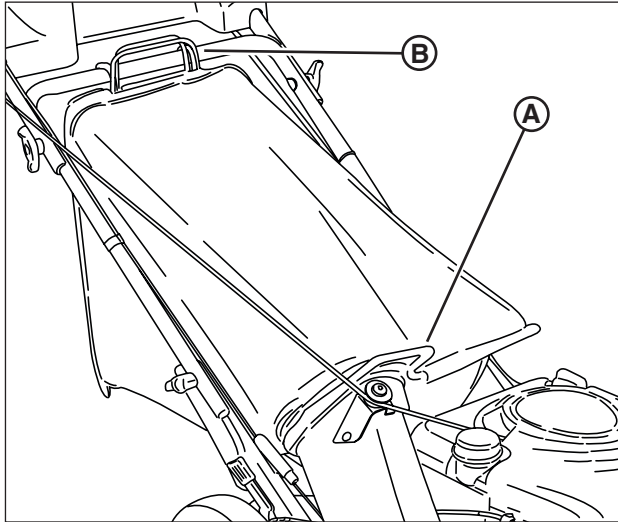

Figure 12 : Installation du sac de ramassage
2. Installer le sac de ramassage en glissant le connecteur (A, Figure 12) par-dessus la bride de l'adaptateur.
3. Attacher les crochets du sac de ramassage (B) par-dessus la traverse au milieu du guidon.